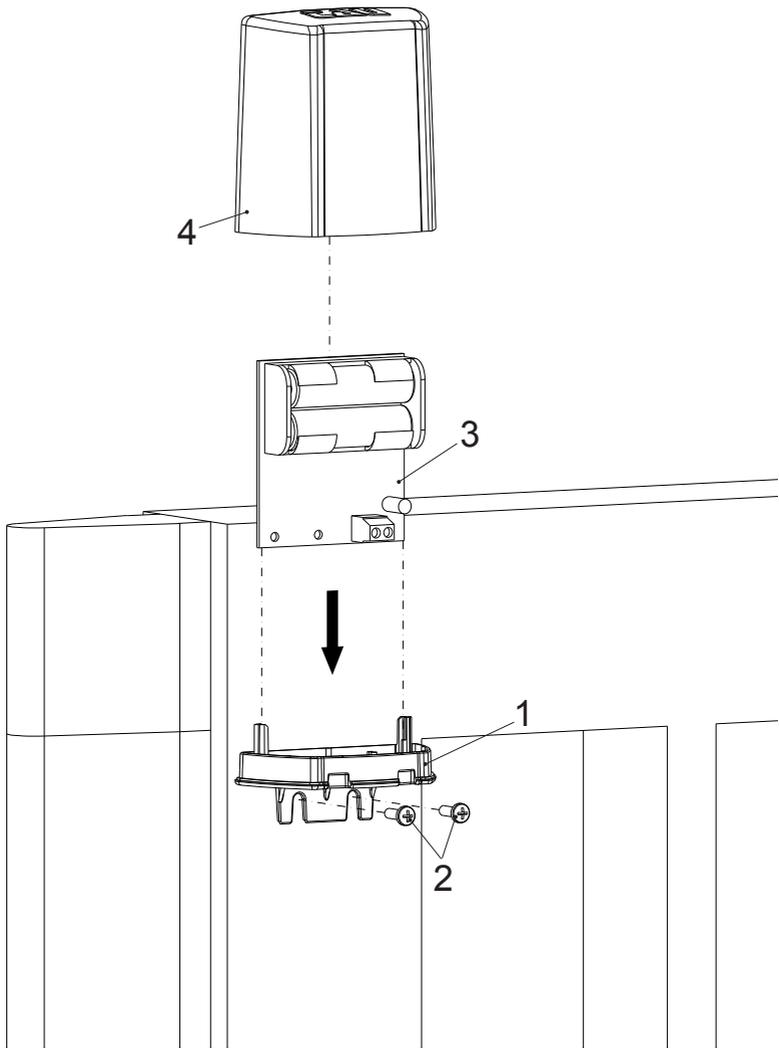

fig. 1
- 1_ Collocare il sensore TWC in prossimità del bordo sensibile fissando prima la staffetta di supporto (1 fig.1) con due viti (2 fig.1) adeguate alla struttura del cancello. Inserire la scheda TWC (3 fig.1) negli appositi supporti della base.
- 4_ Chiudere il contenitore scheda con il relativo coperchio (4 fig.1).
- 1_ Place the TWC sensor near the proximity edge fixing first the support bracket (1 in fig. 1) with 2 screws (2 in fig. 1) suitable to the gate. Insert the TWC card (3 in fig. 1) into the appropriate base supports.
- 4_ Close the card housing with the appropriate cover (4 in fig. 1).